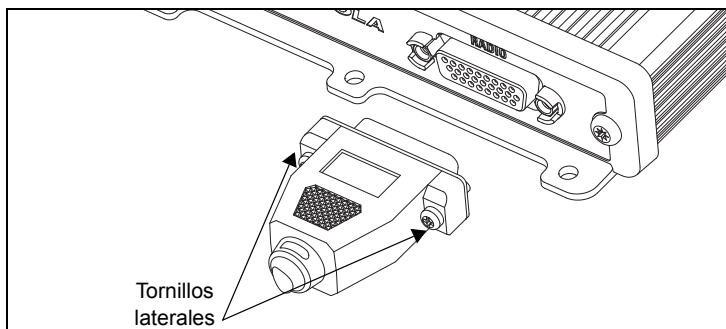

Figura 11. Instalación del cable de soporte a caja de conexión
2. Fije el cable de soporte a caja de conexión en el soporte (PMKN4169) o el cable de soporte a caja de conexión con cable de datos USB (PMKN4170) del soporte para vehículos atornillando los tornillos al conector de la caja de conexiones del kit para vehículos MTP6000, como se muestra en la Figura 11.